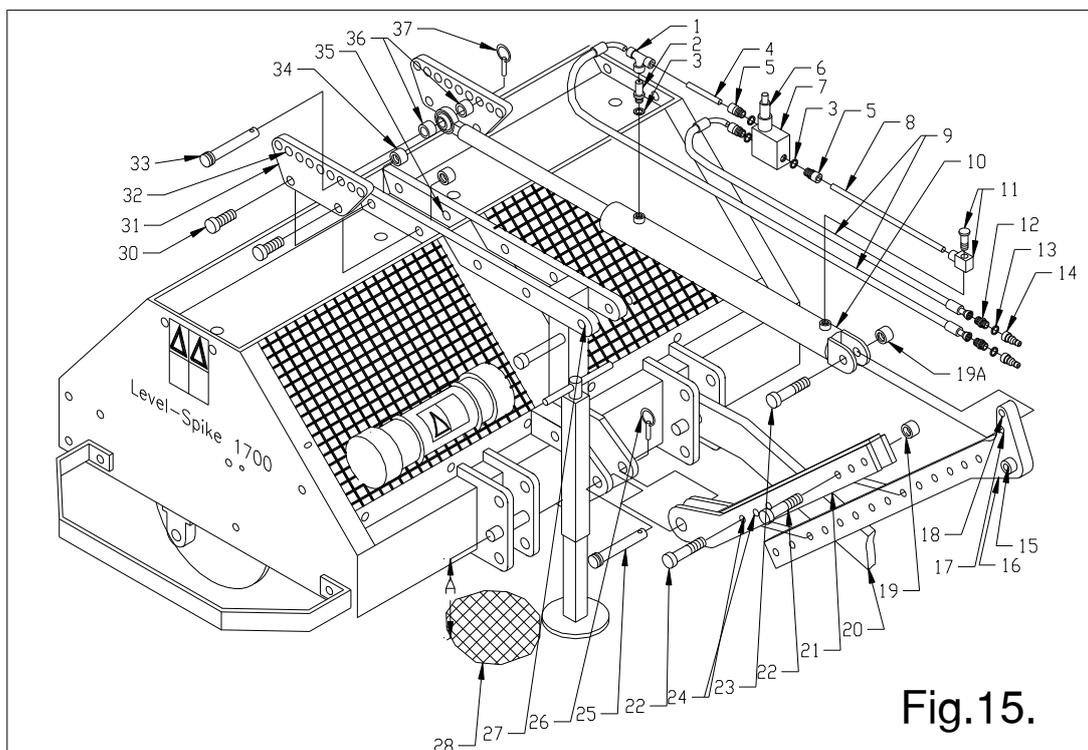

Fig.15.
11.6 KIT PER IL TRASFERIMENTO DEL PESO, si veda fig. 15.
Montare i componenti sul cilindro idraulico, si veda la fig. 15. Il riduttore del flusso (2) viene avviato nel cilindro idraulico (10). Utilizzare la rondella di rame (3). Montare tutti e tre i connettori (5) sulla valvola limitatrice della pressione (7), utilizzando le rondelle (3). Inserire i tubi (4/8) completamente nei connettori (5), il connettore a T (1) e il connettore a vite (11). Montare tutti i componenti sulle porte dei cilindri. In seguito, avvitare tutti i connettori, mantenendo la valvola (7) in posizione verticale. Poi procedere al montaggio dei tubi flessibili (9) sui connettori (1) e (5). Sull'altra estremità del tubo flessibile si trova un ugello filettato (12), su cui si può montare un connettore ad aggancio rapido (14) con l'ausilio di una rondella di rame (13) come guarnizione. A questo punto, il cilindro idraulico è pronto per l'uso.
Montare le piastre simmetriche (31) con i bulloni (30) e i dadi (34), sui fori standard (35) della macchina, come indicato nella fig. 15.